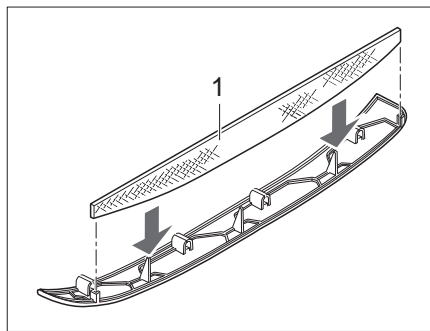
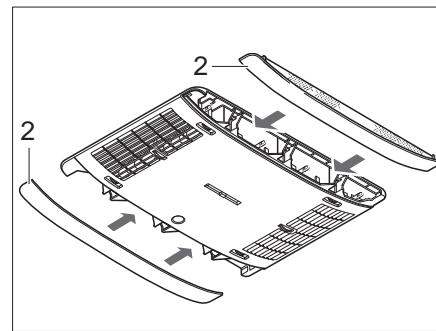

Bild 165 Flusenfilter Klimaanlage
Bild 166 Paneelen Klimaanlage
In den seitlichen Paneelen (Bild 166,2) befinden sich zwei Flusenfilter. Die Flusenfilter müssen in regelmäßigen Abständen, mindestens jedoch alle 6 Monate, gereinigt und bei Bedarf gewechselt werden.
- Paneele (Bild 166,2) vom Luftverteiler abziehen und Flusenfilter (Bild 165,1) reinigen oder bei Bedarf wechseln.